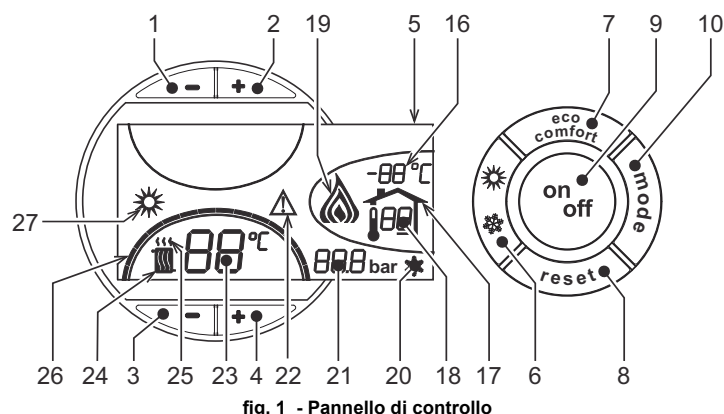
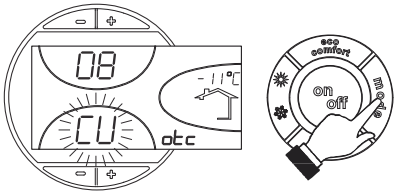
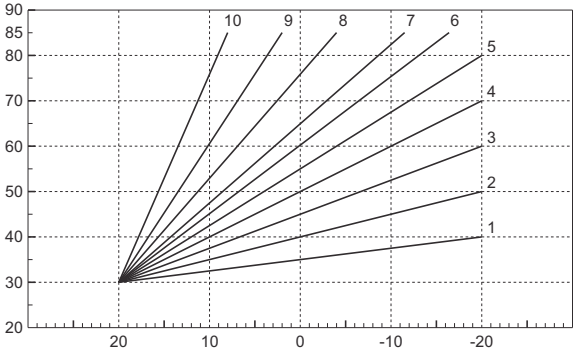
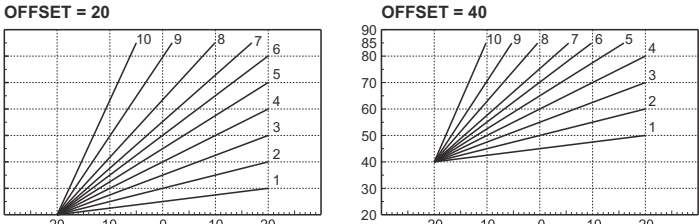

fig. 1 - Pannello di controllo
fig. 9 - Curva di compensazione
fig. 11 - Curve di compensazione
fig. 12 - Esempio di spostamento parallelo delle curve di compensazione
Premere il tasto **on/off** (part. 9 - fig. 1) per 1 secondo.
Per riaccendere la caldaia, premere nuovamente il tasto **on/off** (part. 9 - fig. 1) per 1 secondo.
- Premere il tasto ON/OFF (9 - fig. 1)
Premere il tasto **estate/inverno** (part. 6 - fig. 1) per 1 secondo.
Il display attiva il simbolo Estate (part. 27 - fig. 1): la caldaia erogherà solo acqua sanitaria. Rimane attivo il sistema antigelo.
Per disattivare la modalità Estate, premere nuovamente il tasto **estate/inverno** (part. 6 - fig. 1) per 1 secondo.
Agire sui **tasti riscaldamento** (part. 3 e 4 - fig. 1) per variare la temperatura da un minimo di 30 °C ad un massimo di 80°C.
Agire sui **tasti sanitario +/-** (part. 1 e 2 - fig. 1) per variare la temperatura da un minimo di 10°C ad un massimo di 65°C.
Quando viene installata la sonda esterna (opzionale) sul display del pannello comandi (part. 5 - fig. 1) è visualizzata l'attuale temperatura esterna rilevata dalla sonda esterna stessa. Il sistema di regolazione caldaia lavora con "Temperatura Scorrevole". In questa modalità, la temperatura dell'impianto di riscaldamento viene regolata a seconda delle condizioni climatiche esterne, in modo da garantire un elevato comfort e risparmio energetico durante tutto il periodo dell'anno. In particolare, all'aumentare della temperatura esterna viene diminuita la temperatura di mandata impianto, a seconda di una determinata "curva di compensazione".
Con regolazione a Temperatura Scorrevole, la temperatura impostata attraverso i tasti riscaldamento +/- (part. 3 e 4 - fig. 1) diviene la massima temperatura di mandata impianto. Si consiglia di impostare al valore massimo per permettere al sistema di regolare in tutto il campo utile di funzionamento.
Premendo una volta il tasto **mode** (part. 10 - fig. 1) viene visualizzata l'attuale curva di compensazione (fig. 9) ed è possibile modificarla con i **tasti sanitario** (part. 1 e 2 - fig. 1). Regolare la curva desiderata da 1 a 10 secondo la caratteristica (fig. 11). Regolando la curva a 0, la regolazione a temperatura scorrevole risulta disabilitata.
Premendo i **tasti riscaldamento** (part. 3 e 4 - fig. 1) si accede allo spostamento parallelo delle curve (fig. 12), modificabile con i **tasti sanitario** (part. 1 e 2 - fig. 1).
Premendo nuovamente il tasto **mode** (part. 10 - fig. 1) si esce dalla modalità regolazione curve parallele.
Se alla caldaia è collegato il Cronocomando Remoto (opzionale), le regolazioni descritte in precedenza vengono gestite secondo quanto riportato nella tabella 1. Inoltre, sul display del pannello comandi (part. 5 - fig. 1), è visualizzata l'attuale temperatura ambiente rilevata dal Cronocomando Remoto stesso.
| Selezione Eco/Comfort                 | Disabilitando il sanitario dal menù del Cronocomando Remoto, la caldaia seleziona la modalità Economy. In questa condizione, il tasto 7 - fig. 1 sul pannello caldaia, è disabilitato.                                  |
|                                       | Abilitando il sanitario dal menù del Cronocomando Remoto, la caldaia seleziona la modalità Comfort. In questa condizione, con il tasto 7 - fig. 1 sul pannello caldaia, è possibile selezionare una delle due modalità. |